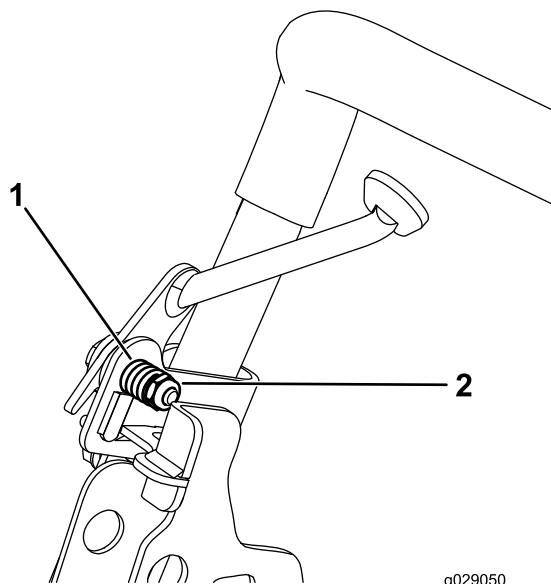

图9
6. 拧紧油门弹簧上的螺母，直到弹簧完全压紧，然后往回松开半圈。高怠速情况下，油门杆不应移动；如果移动，则略微拧紧油门弹簧上的螺母（图9）。